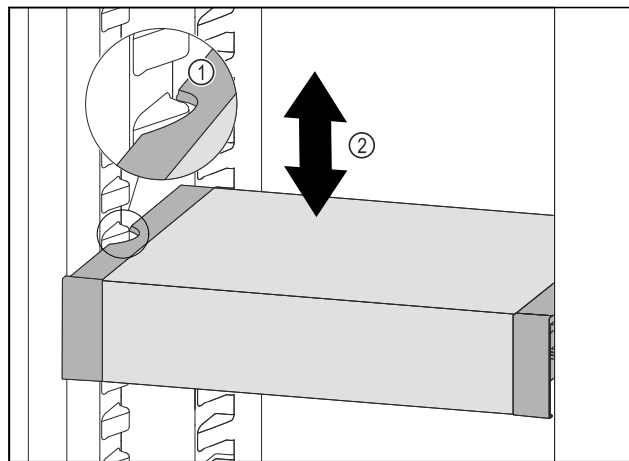

Fig. 92
- 向前移动 VarioSafe，直到 VarioSafe 两侧的凹槽与冷藏区中的容器肋梁持平。Fig. 92 (1)
- 在冷藏区中向上或向下移动 VarioSafe，直至所需高度。Fig. 92 (2)